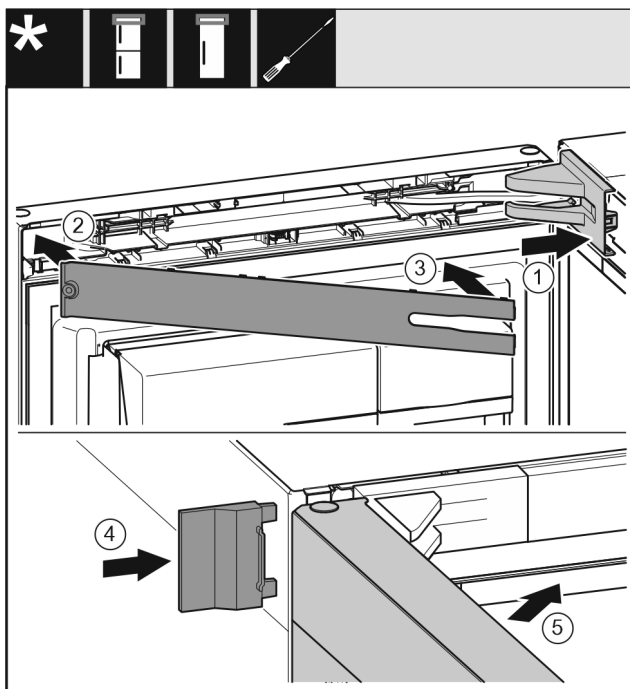

Fig. 22
- ▶ Anbring hængselkonsollens afdækning, og sørg for, at den går i indgreb, tryk den eventuelt forsigtigt fra hinanden. *Fig. 22 (1)*
- ▶ Sæt afdækningen på. *Fig. 22 (2)*
- ▶ Sving afdækningen ind, og lad den gå i indgreb. *Fig. 22 (3)*
- ▶ Sæt den udvendige afdækning på. *Fig. 22 (4)*
- ▶ Luk den øverste dør. *Fig. 22 (5)*